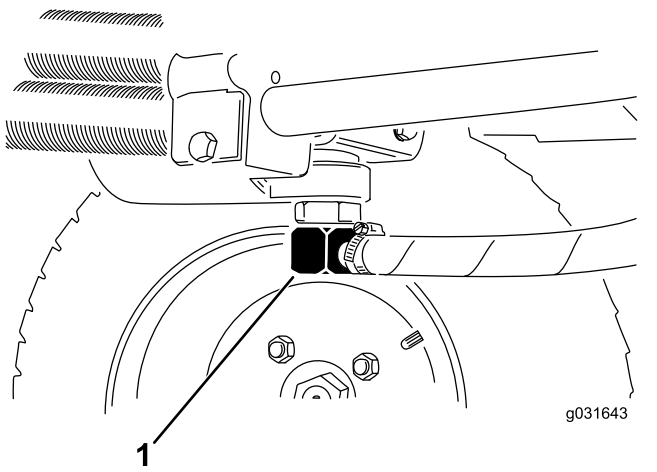
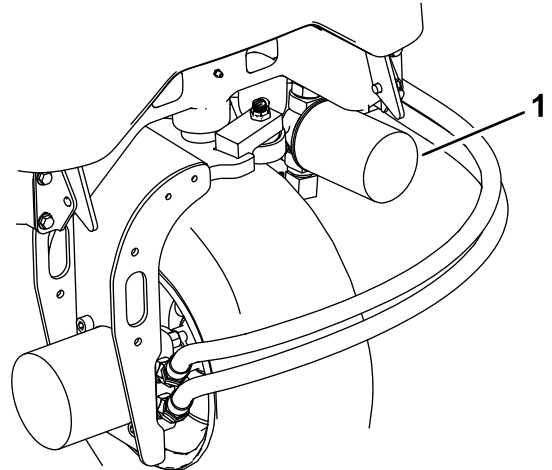

图 65
图 67
2. 断开液压管线与油箱的连接或卸掉液压油滤芯让液压油流入放油盘 图 67和 图 65。
3. 液压油停止排出时安装液压管线图 65。
3. 清洁滤芯安装区周围的区域在滤芯下面放置一个放油盘然后拆下滤芯图 67。